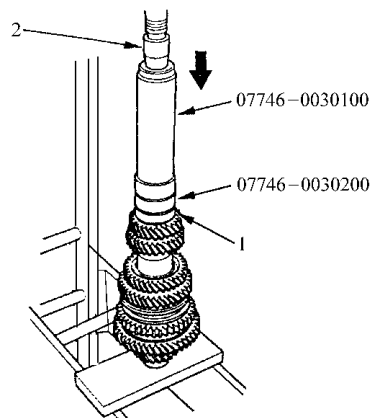

图 4-94 压入第一道球轴承
9) 如图 4-94 所示, 借助专用工具和压力机, 安装第一道球轴承。